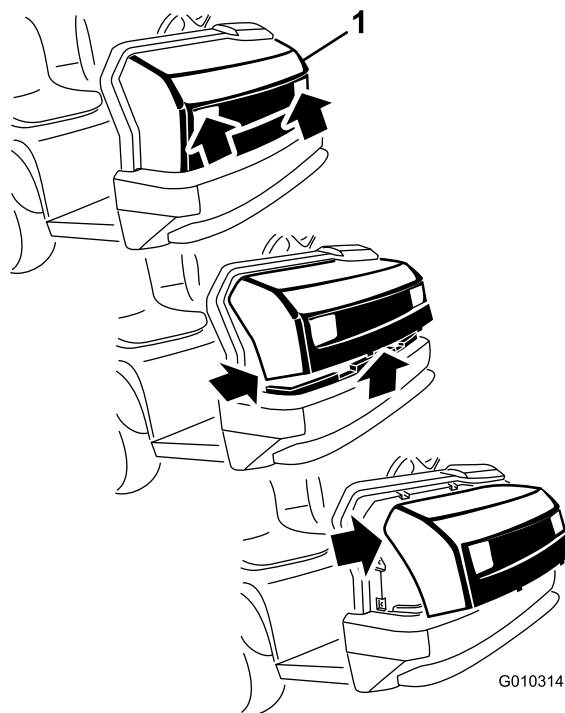

Figure 40
2. Pivotez le bas du capot vers le haut jusqu'à ce que vous puissiez dégager les pattes de fixation supérieures des fentes du châssis (Figure 40).
3. Pivotez le haut du capot en avant et débranchez les connecteurs des fils des phares (Figure 40).
1. Saisissez le capot par les ouvertures des phares et soulevez-le pour dégager les pattes de fixation inférieures des fentes du châssis (Figure 40).